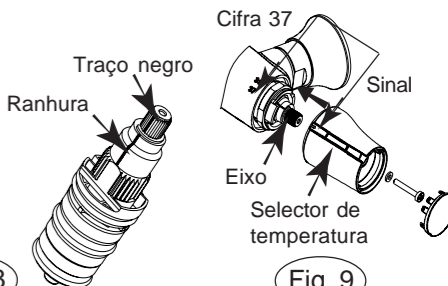

Fig. 9
- Remontar o selector de temperatura (sem dar voltas ao eixo) alinhando a cifra 37 com o sinal (fig. 9).